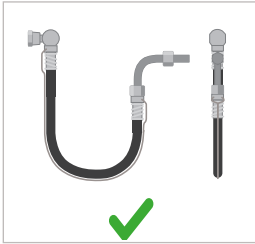
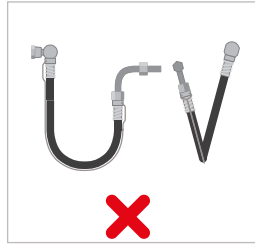

Figure 16
Figure 17
- ▶ Si le flexible de pression se déplace en cours d'utilisation, assurez-vous que cela ne puisse se faire que dans un sens (Figure 16 et Figure 17).